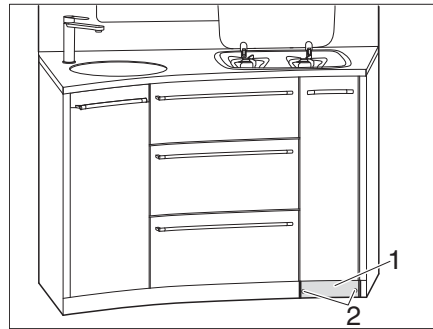

Fig. 109 Destornillar el zócalo
- Desatornillar 2 tornillos (Fig. 109,2) en el zócalo (Fig. 109,1).
- Retirar el zócalo (Fig. 109,1).